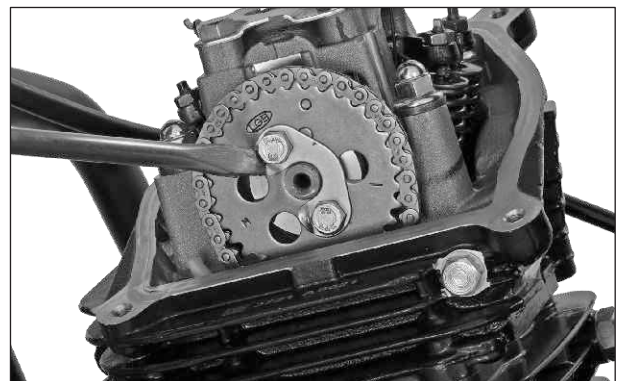

Fig. 3.37
- Ahora, desdoble la arandela del piñón de distribución. (Fig. 3.37)